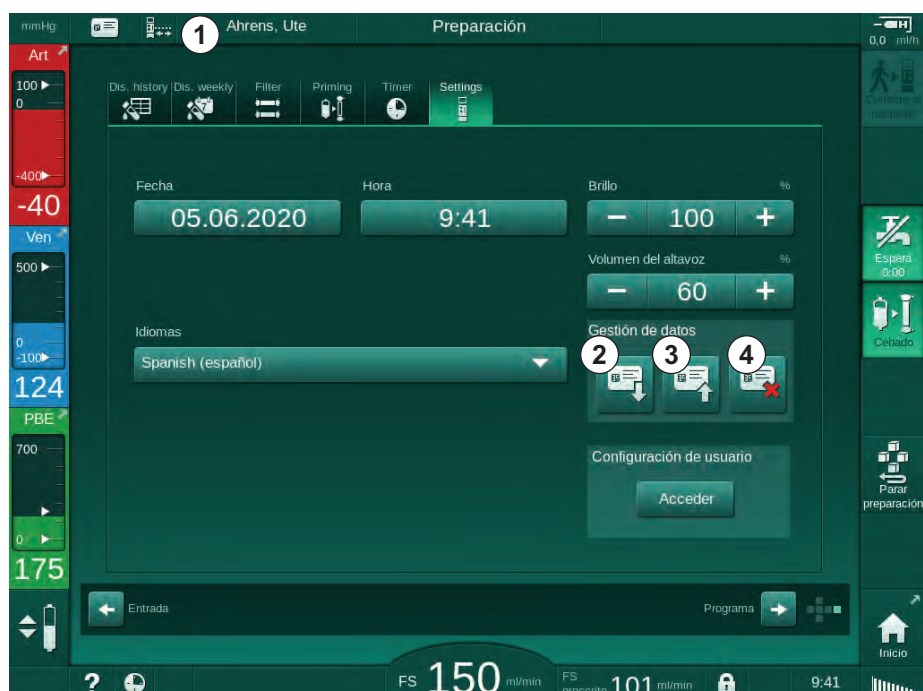

Fig. 11-3 Gestión de datos en la pantalla Configuración
1. Pulsar el icono ③ en Fig. 11-3 y confirmar para guardar los datos después de su modificación.
1. Pulsar el icono ④ en Fig. 11-3 para borrar los datos de la tarjeta de paciente.